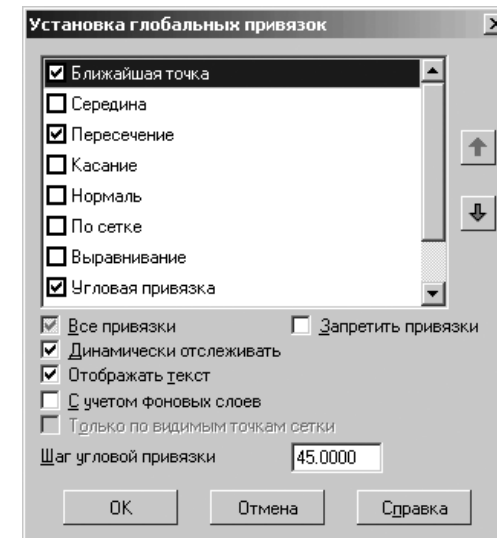

Рис. 8.160. Диалоговое окно **Установка глобальных привязок**
- щелкните на панели инструментов **Текущее состояние** по кнопке **Установка глобальных привязок**. Появится диалоговое окно **Установка глобальных привязок** (рис. 8.160);